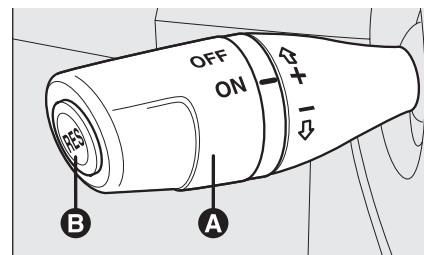

Рис. 47
Поверните поворотный переключатель **A** (рис. 47) в положение "ON".
- поверните поворотный переключатель **A** (рис. 47) в положение "ON" и установите необходимую скорость автомобиля с помощью педали акселератора;
- включите ту же передачу, которая была включена на момент сохранения скорости; нажмите кнопку “**RES**” (в на рис. 47).
чески, в этом случае система круиз-контроля не выключается, но требование водителя (нажатие педали акселератора) имеет приоритет перед автоматическими действиями системы. Система круиз-контроля остается активной, и нет необходимости нажимать кнопку **RES** (в на рис. 47) для восстановления заданной скорости по окончании ускорения.